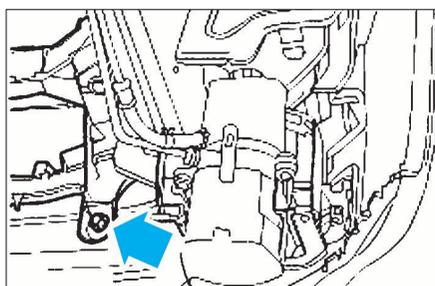

FIG. 11
- le renfort du panneau d'ouverture de calandre de l'armature de bouclier des deux côtés (côté droit illustré) (Fig.11).